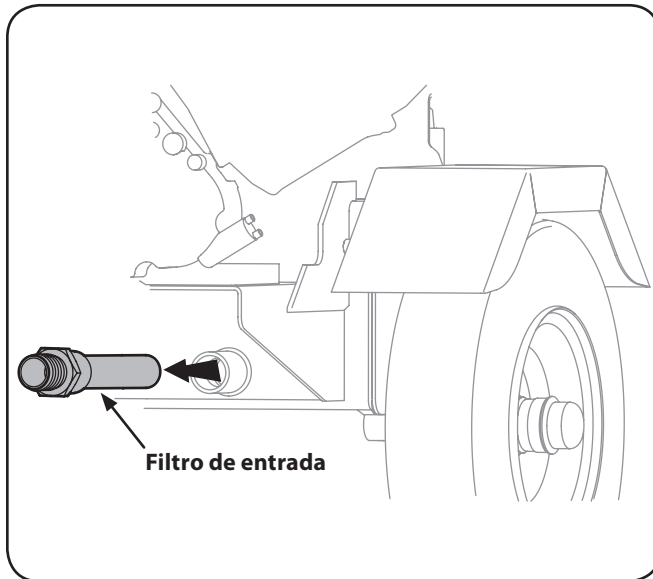

Figura 6-3
- Con mucho cuidado desenrosque el filtro de entrada y limpiarlo con aceite penetrante. Vea la Figura 6-3.